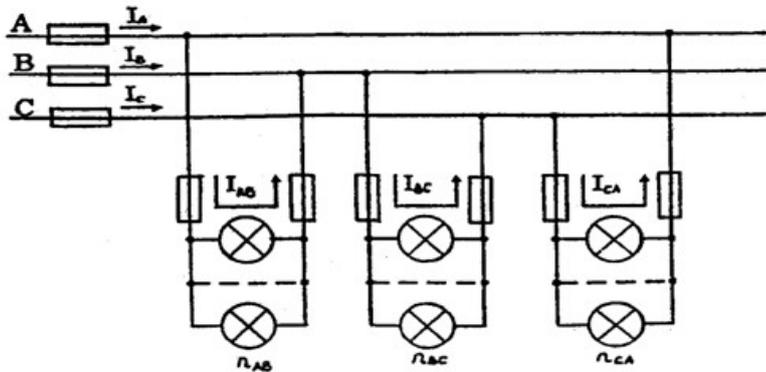

Рисунок 29 –Электрическая схема
В трехпроводную сеть трехфазного тока (рис. 29) с линейным напряжением  $U_{л}=220\text{В}$ , включены по схеме "треугольник" три группы ламп накаливания одинаковой мощности. В каждой фазе (группе) лампы соединены параллельно. В среднем сопротивление одной лампы составляет  $R_{\text{лампы}} = 242 \text{ Ом}$ . Число ламп в каждой фазе (группе)  $n_{AB}=11$  шт,  $n_{BC}=22$  шт,  $n_{CA}=33$  шт. Определить ток  $I_{\text{фазы}}$ ; напряжение  $U_{\text{фазы}}$ ; мощность  $P_{\text{лампы}}$ , на которые рассчитана
**Задача 3.2** В трехпроводную сеть трехфазного тока (рисунок 29), включены по схеме "треугольник" три группы электрических ламп накаливания одинаковой мощности. В каждой фазе (группе) лампы соединены параллельно.